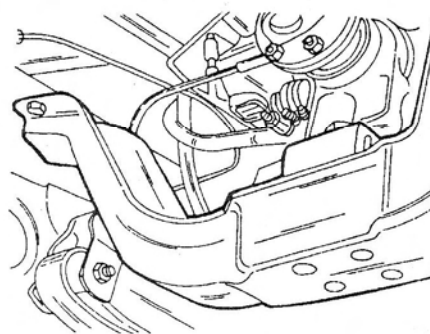

Рис. 163. Для вытаскивания коробки передач необходимо отвернуть поперечную балку.
- Попереть коробку передач соответствующим образом снизу и отвернуть поперечную балку, закрепленную с нижней стороны (см. рисунок 163).